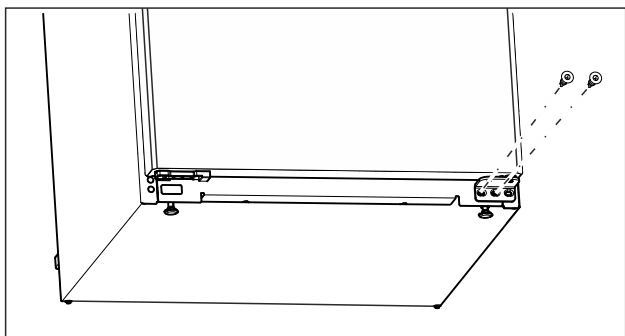

Fig. 7
- ▶ Sur le support de palier inférieur, dévisser la vis centrale avec un tournevis Torx 20. (voir Fig. 7)
- ▶ Sur le support de palier inférieur, dévisser la vis intérieure avec un tournevis Torx 20. (voir Fig. 7)